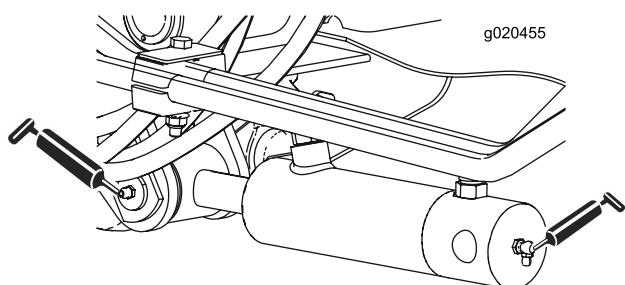

Figura 42
- Casquilhos do cilindro do braço de elevação (2 cada) (Figura 42)